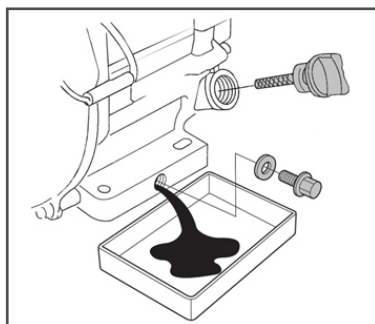

Рис. 22 Замена масла в двигателе
2. Очистите от загрязнений зону вокруг маслозаливной горловины. Извлеките крышку-щуп из маслозаливной горловины (Рис.22) и протрите щуп чистой ветошью.
3. Открутите пробку для слива масла и слейте отработанное масло в подготовленную для этого ёмкость (Рис. 22).